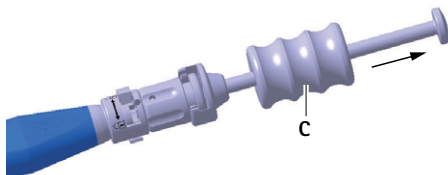

Fig. 6 Extraction de l'implant d'essai/implant avec le marteau impacteur
- ▶ Avec précautions, extraire l'implant d'essai **D** avec le marteau impacteur **C** hors du compartiment discal, voir Fig. 6.
- Avec précautions, extraire l'implant **a** avec le marteau impacteur **C** hors du compartiment discal, voir Fig. 6.